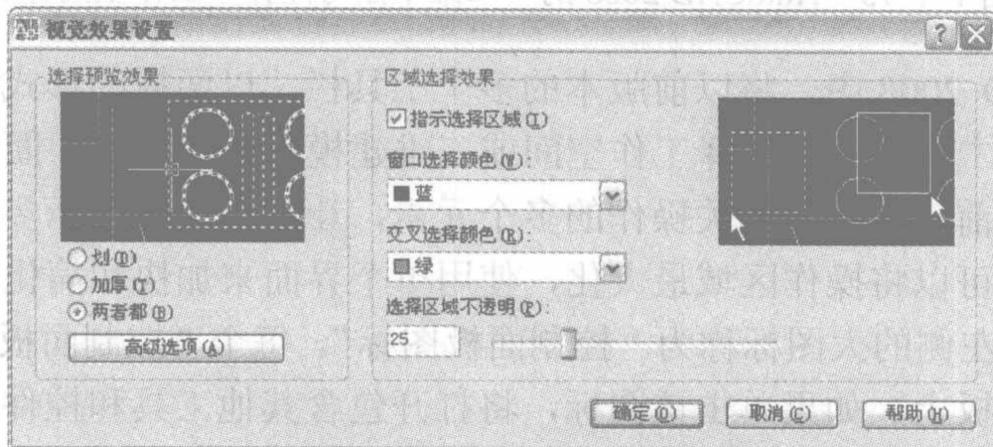

图 1-1-14 “视觉效果设置”对话框
(4) 在“选择集预览”区域单击“视觉效果设置”按钮，打开“视觉效果设置”对话框，主要用于设置选中对象后的预览效果，区别于未选择的对象。在该对话框中设置“窗口选择颜色”为蓝色、“交叉选择颜色”为绿色，如图 1-1-14 所示。单击“确定”按钮，返回“选项”（选择集）对话框中，在该对话框中单击“确定”按钮，完成捕捉标记和选取效果的设置。